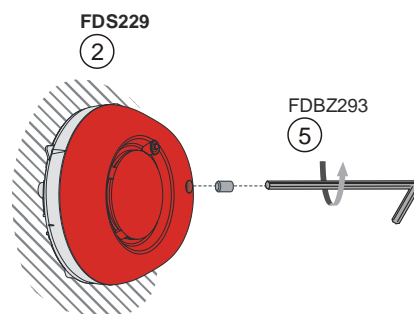

Fig. 2
3. Install the detector locking device FDBZ293 in the alarm sounder (Fig. 2).
3. Montieren Sie bei Bedarf die Melderarretierung FDBZ293 in den Alarntongeber (Fig. 2).
3. Si besoin, monter un verrou de détecteur FDBZ293 dans le diffuseur sonore (fig. 2).
- Si lo desea, monte el dispositivo de bloqueo del detector FDBZ293 en la sirena de alarma (Fig. 2).
- Se necessario montare nella sirena d'allarme il dispositivo di bloccaggio rivelatore FDBZ293 (Fig. 2).